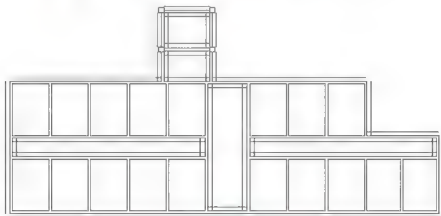
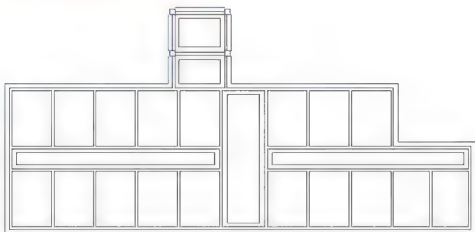

图 5.4 偏移基础墙
图 5.5 修整大放脚
- (1) 在命令行输入“O”并按 Enter 键，启动【偏移】命令，参照基础平面图 (附图 3.4) 尺寸偏移基础墙，结果如图 5.4 所示。
- (2) 用【圆角】命令修角，模式为【修剪】模式，圆角半径为“0”，图 5.4 经过【圆角】命令修角后如图 5.5 所示。